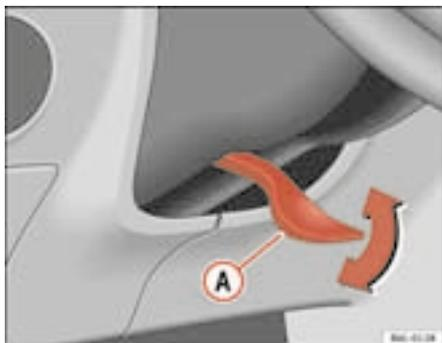

Fig. 94 Regolazione della posizione del volante
- Abbassare la leva **A** ⇒ fig. 94 che si trova sotto il piantone dello sterzo ⇒ ⚠.